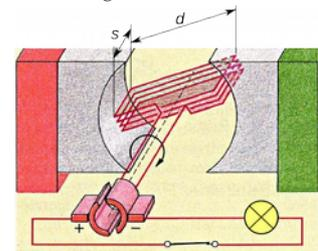

Fig. 204
- Der Rotor des Generators von Fig. 204 mit  $d = 3 \text{ cm}$  und  $s = 4 \text{ cm}$  hat 450 Windungen. Der gesamte Widerstand der Windungen beträgt  $5,4 \Omega$ . Der Rotor dreht sich mit einer Frequenz von  $2 \text{ Hz}$  in einem Magnetfeld von  $200 \text{ mT}$ . An den Generator ist eine Lampe angeschlossen, deren Widerstand  $10 \Omega$  beträgt. Berechne die Stromstärke sowie das Drehmoment, welches erforderlich ist um den Rotor zu drehen.